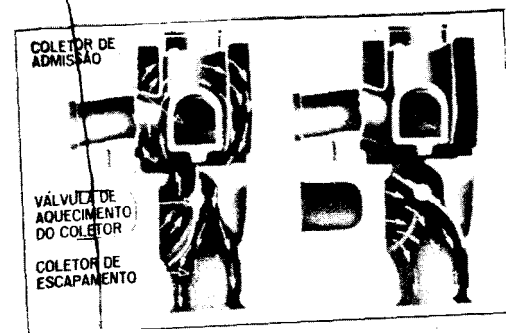

Fig. 35-C - Funcionamento da válvula de controle da temperatura
**Funcionamento** - Quando o motor, frio, é posto em funcionamento, a mola termostática mantém a válvula aberta, (fig. 35-C, a esquerda), de modo que os gases do escapamento, aquecidos, são obrigados a circular dentro do forno, aquecendo o coletor de admissão e a mistura que passa dentro dele. A proporção que o motor se aquece, a mola termostática também se aquece e vai fechando a válvula gradativamente, de modo que, nessas posições intermediárias, parte dos gases circula pelo forno e parte segue seu trajeto normal. Por fim, quando o motor se encontra devidamente aquecido, a válvula se mantém fechada, seguindo os gases seu trajeto normal, como mostra a fig. 35-C a direita.